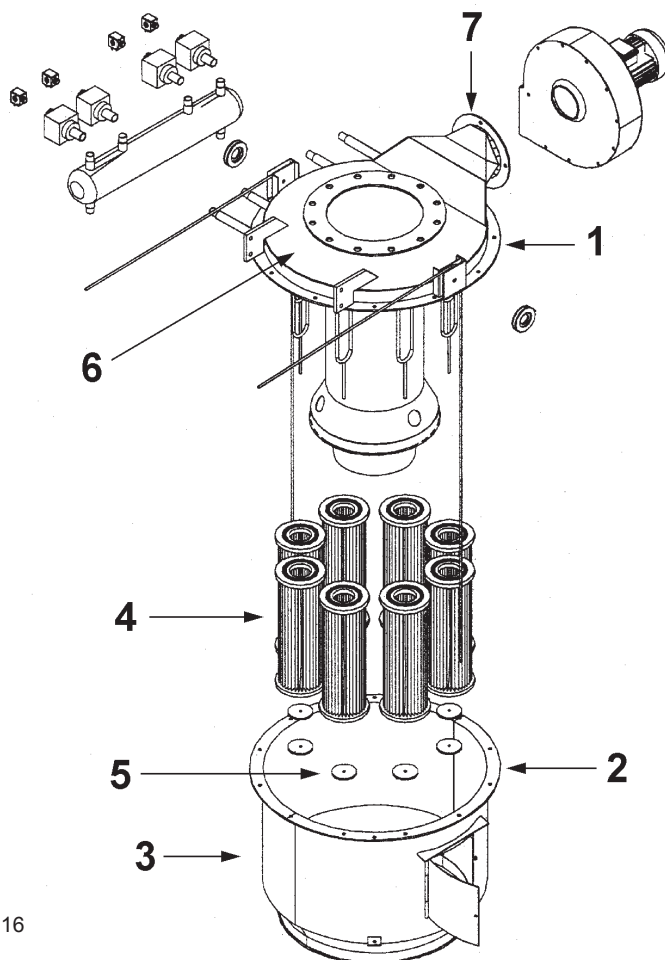

Fig. 16
- Unscrew the nuts (item 1/2, fig. 16) and remove the bolts.
- Turn the main switch on and press the "down" button. The external guard is lowered (item 3).
- When the filter elements (item 4) are visible, turn the main switch off.
- Unscrew the nuts (item 5) and extract the filter elements (item 4).
- If, for some reason, there is product residue in the cavity of the upper chamber, blow compressed air through the outlet opening of the suction fan to remove these residues (item 7).
- Die Muttern (Pos. 1/2, Abb. 16) lockern und die Schrauben herausdrehen.
- Открутите гайки (поз. 1/2, рис.16) и удалите болты.
- Svitare i dadi (pos. 1/2, fig.16) e rimuovete i bulloni.
- Accendete l'interruttore principale e premete il pulsante "discesa". Il carter esterno si abbasserà (pos.3).
- Quando le cartucce del filtro (pos.4) sono visibili, spegnete l'interruttore principale.
- Svitare i dadi (pos. 5) ed estraete le cartucce del filtro (pos.4). Ripulite accuratamente la flangia superiore in modo che le nuove cartucce del filtro possano fare ottima tenuta.
- Se, per qualche ragione, nelle cavità della camera superiore (pos.6) sono rimasti residui di prodotto, questi devono essere fatti fuoriuscire soffiando aria compressa attraverso l'apertura d'uscita della ventola di aspirazione (pos.7).